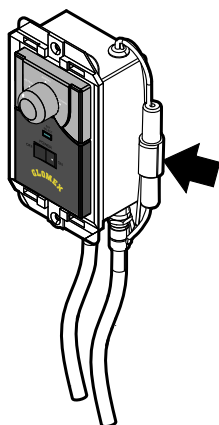

Fig. 62
- Enlever le fusible sauté de son siège indiqué dans la **Fig. 62** et le remplacer avec un fusible nouveau (**type T 3A15 5x20**, c'est-à-dire fusible lent, avec un diamètre de 5 mm et une longueur de 20 mm, courant nominal de 3 A et tension nominal de 15 V).